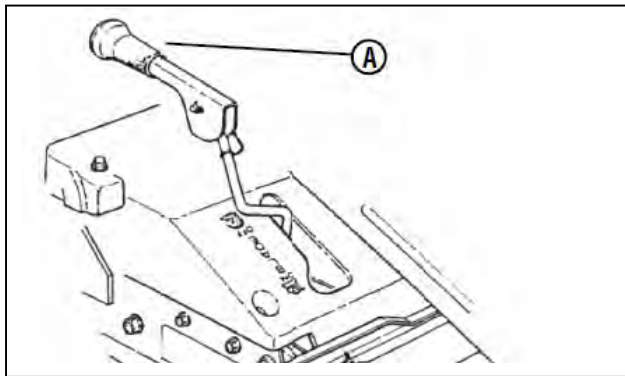

図5-4 ブレードレバー(「OFF」の位置)
2. ブレードレバー(図5-4のA)を「OFF」の位置にします。
2. ブレードレバー(図5-4のA)を「OFF」とします。